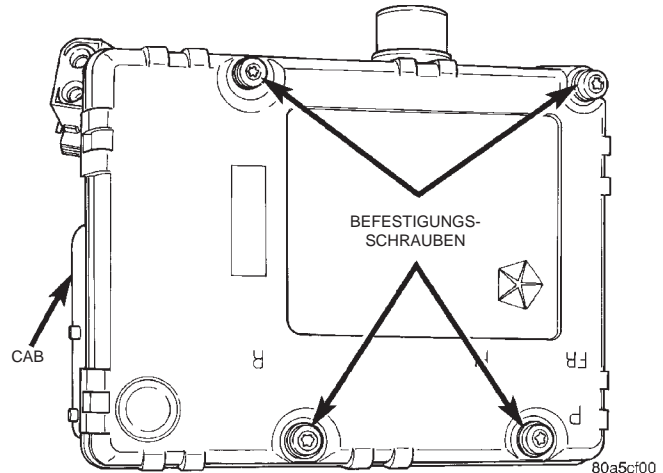

Abb. 14 CAB-Befestigungsschrauben
- (1) Den Steckverbinder des Pumpenmotors vom CAB abziehen.
- (2) Die Befestigungsschrauben des CAB von der HCU lösen (Abb. 14).
- (3) Das CAB von der HCU abnehmen.